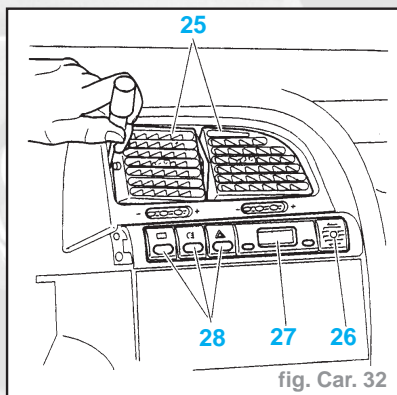

fig. Car. 32
- Déposer les deux aérateurs (25) à l'aide d'un tournevis fin (fig. Car. 32).
- la boîte à gants (32)
- les vis (31)
- les trois vis (33)
- Rebrancher (fig. Car. 32) :
- les trois connecteurs (28)
- la montre (27)
- le cache (26)
- Reposer les deux aérateurs (25) à l'aide d'un tournevis fin.